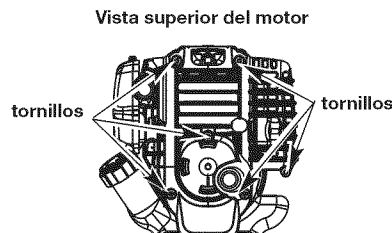

Fig. 30
- Quite los dos (6) Tornillos de encima de la tapa del motor con un destornillador de pala o Torx #25 (Fig. 30).
- Saque la cubierta del motor (Fig. 30).
1. Apague el motor y espere que se enfríe. Retire los seis (6) tornillos de la parte posterior de la tapa del motor con destornillador de cabeza plana o Torx No. T-25 (Fig. 30).